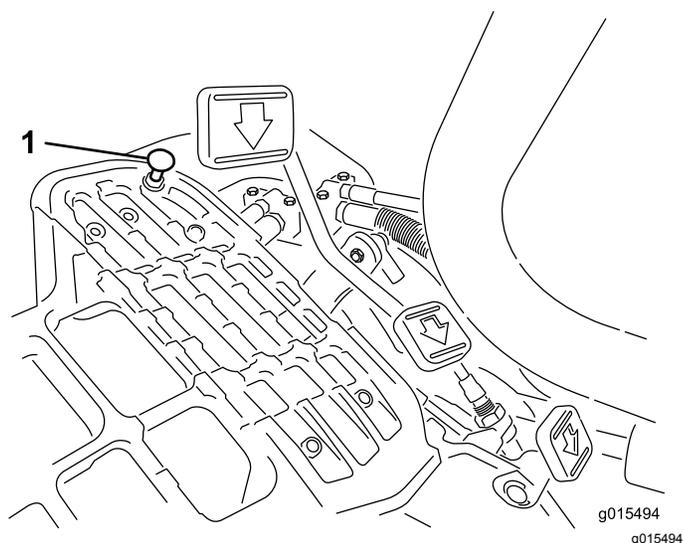

Figura 54
Carregue no pedal de tração. Se o pedal entrara em contacto com o batente (Figura 54) antes de se sentir tensão no cabo, é necessário efetuar um ajuste:
1. Desaperte as porcas de bloqueio de cabeça de flange que fixam o batente do pedal à placa inferior (Figura 54).